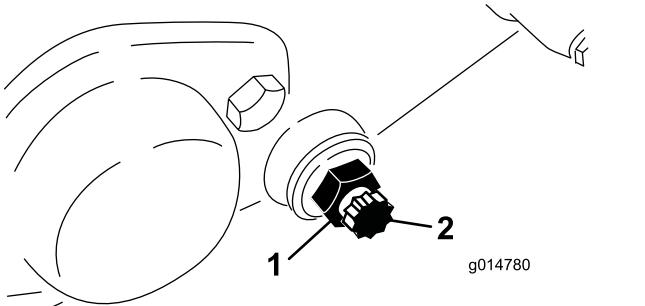

図 62
3. ベッドバー bolt 図 62 を固定しているジャムナット機体両側をゆるめる。
4. 各ベッドバーボルトを抜いてベッドバーを下に引き抜いて外す。ベッドバーの両端にナイロンワッシャとスチールワッシャが枚ずつあるので注意する図 62。